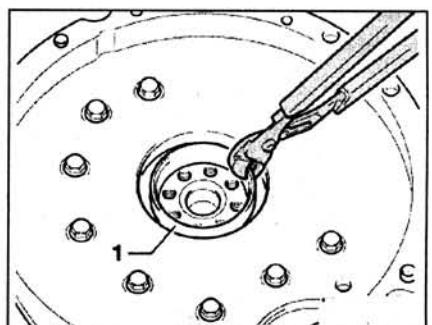

Рис. 2.59. Осторожно извлеките втулку 1 с помощью плоскогубцев.
32. Осторожно извлеките втулку 1 с помощью плоскогубцев (рис. 2.59).